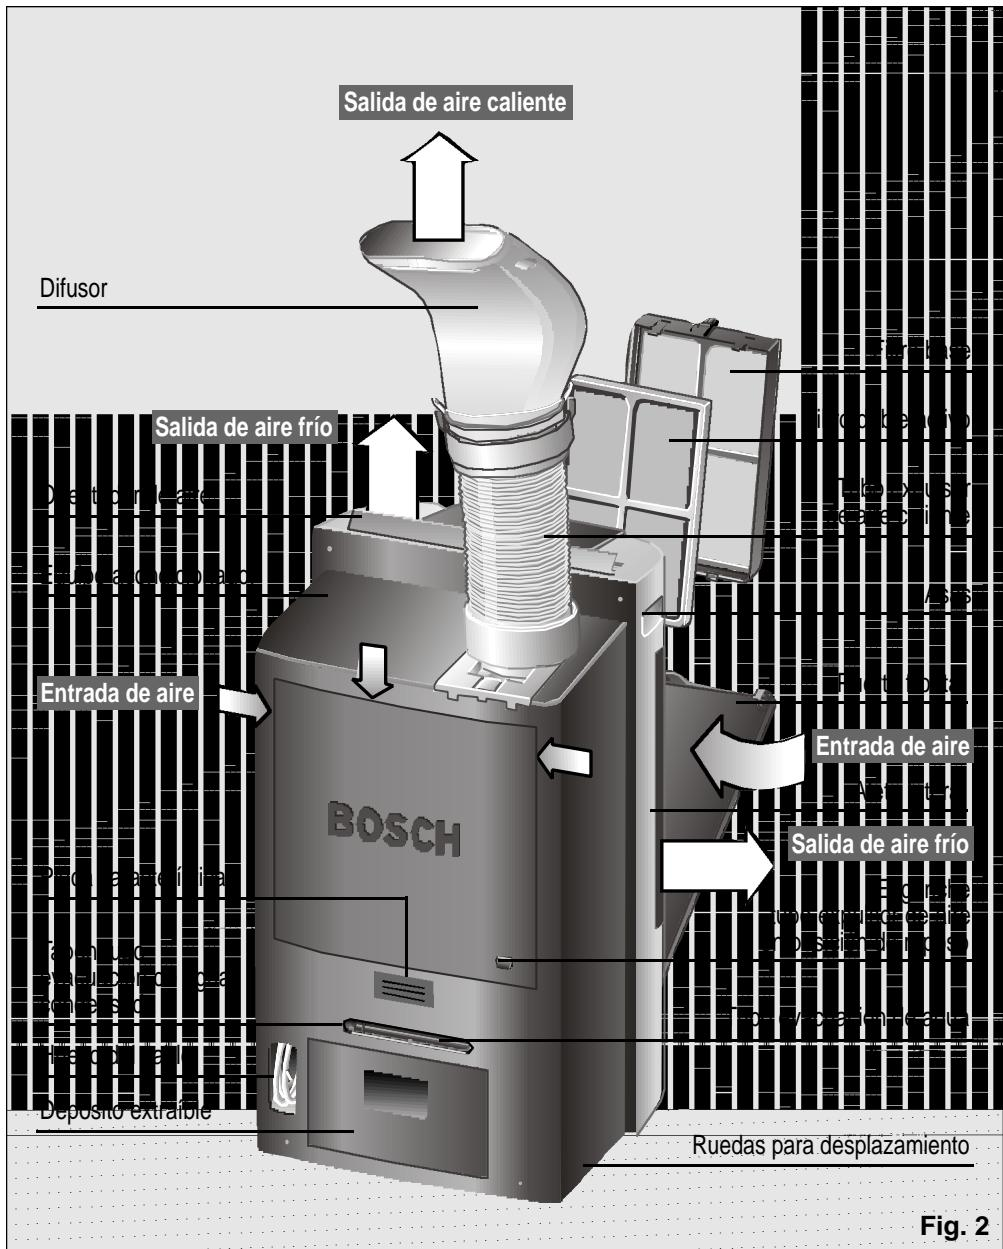

Fig. 2
Dans ce cas, lorsque vous communiquerez la panne, indiquez le modèle (**E-NR**) et le n° de fabrication (**FD**) de votre appareil que vous trouverez sur la plaque de caractéristiques, **Fig. 2.**
- El cable de conexión a la red eléctrica dispone de un alojamiento en la parte posterior del equipo. Ver Fig. 2.